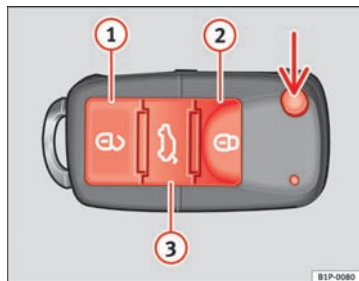

Fig. 46 Knapper på nøglen med fjernbetjening
Med knappen ⇒ Fig. 46 (pil) på fjernbetjeningen kan du klappe nøglen ud.
Oplåsning af bilen  ⇒ Fig. 46 ①
Låsning af bilen  ⇒ Fig. 46 ②
Oplåsning af bagklappen Tryk på knappen  ⇒ Fig. 46 ③, indtil alle blink-lygter på bilen blinker et kort øjeblik. Når du har trykket på oplåsningssknap-
- Tryk på knappen  ② ⇒ Fig. 46 på fjernbetjeningen.
- Tryk på knappen  ① ⇒ Fig. 46 på fjernbetjeningen.